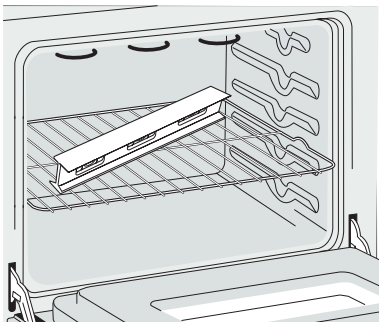

Figura 12
1. Instale una rejilla al centro del horno (vea la Figura 12).